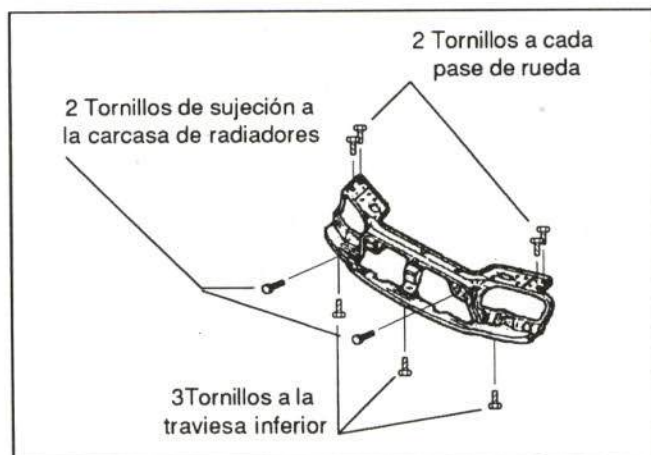

Figura 10.- Unión del frente delantero
En la figura 10 se detalla la unión del frente delantero.
- Desmontar frente (figura 10)